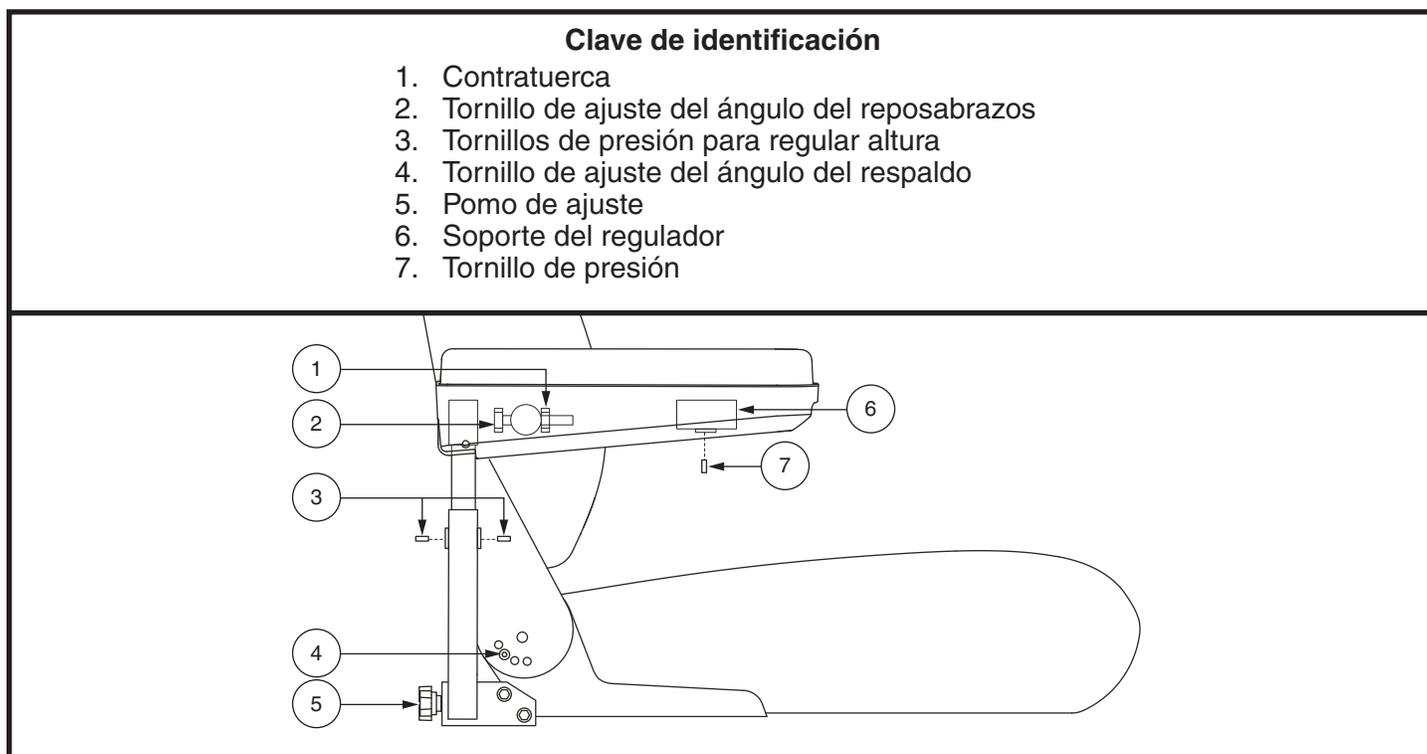

Figura 13. Ajuste del respaldo y reposabrazos
1. Quite los tornillos de ajuste de las dos bisagras del asiento. **Ver figura 13.**
1. Localice los dos pomos de ajuste en el soporte del reposabrazos. **Ver figura 13.**
1. Levante el reposabrazos de forma que quede perpendicular al suelo. **Ver figura 13.**
1. Afloje los dos tornillos de presión del armazón del reposabrazos. **Ver figura 13.**
2. Afloje el tornillo a presión del soporte del regulador. **Ver figura 13.**
11. Sujete con un alambre el cable del regulador al reposabrazos. **Ver figura 13.**